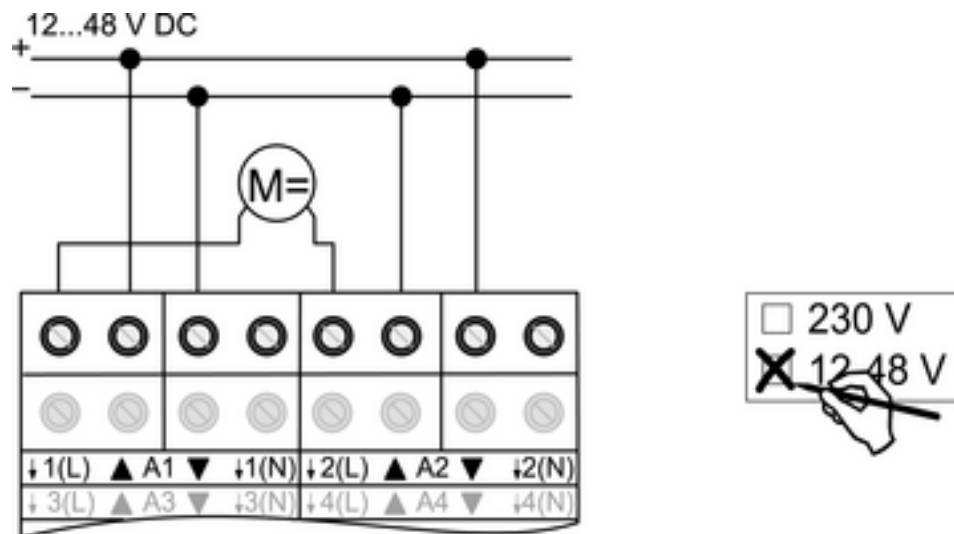

Figura 8
- Collegare i motori (figura 8).
- Indicare l'impiego **12-48 V** sull'etichetta (figura 8).